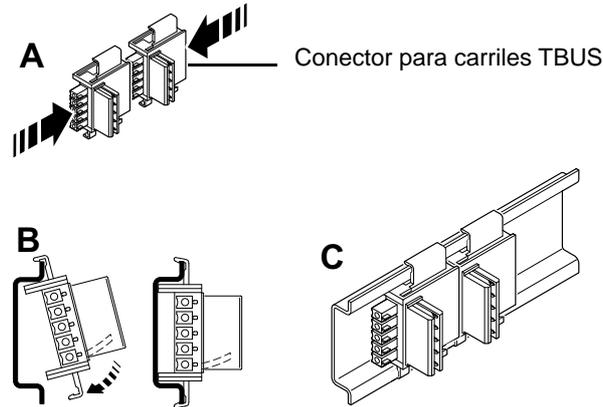

Figura 3-9 Montaje de los conectores para carriles TBUS
- ensamblar en una unidad el número de conectores para carriles necesario para la estación de combinado (véase Figura 3-9, paso A).